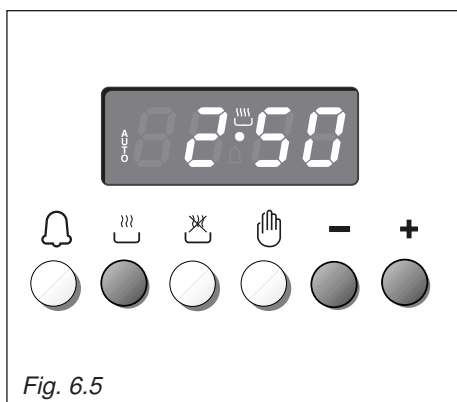

Fig. 6.5
1. Déterminer le temps de durée de la cuisson en pressant le poussoir  et le poussoir  pour avancer, ou  pour revenir si le temps désiré a été dépassé (fig. 6.5). La légende **AUTO** et le symbole  s'allumeront.